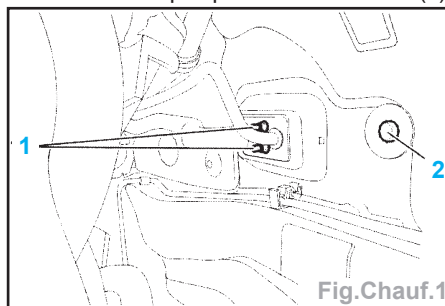

Fig.Chauf.1
- Dans le compartiment moteur (Fig.Chauf.1) :
- déposer les vis (1),
- dévisser de quelques tours la fixation (2).